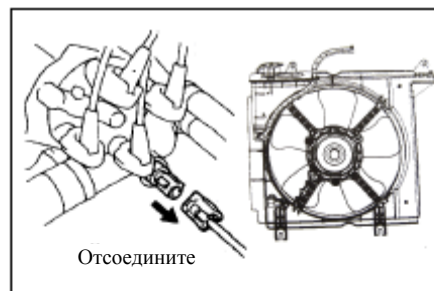

Рис. 64
(1) Проверьте работу вентилятора при низкой температуре охлаждающей жидкости (ниже 83 °С)
- c. Отсоедините разъем датчика температуры охлаждающей жидкости (см. Рис. 64)